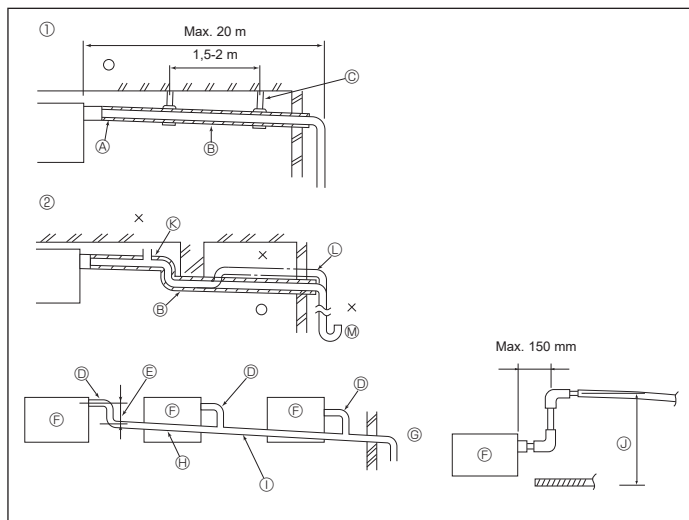

Fig. 6-1
6.1. Installazione della tubazione di drenaggio (Fig. 6-1)